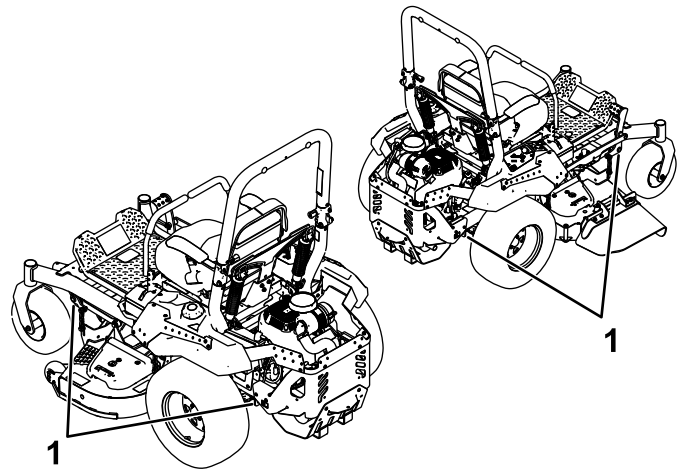

Bild 36
6. Vergurten Sie die Maschine in der Nähe der vorderen Laufräder und der hinteren Stoßstange mit Riemen, Ketten, Kabeln oder Seilen (Bild 36). Ziehen Sie in Bezug auf Anforderungen für Befestigungen geltende Vorschriften zurate.